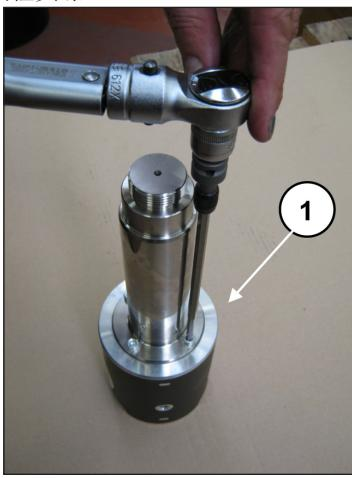

图 46
要将杆与活塞导承分开，必须使用专用扳手(位置①，图 46)拧松圆柱头螺丝M6。